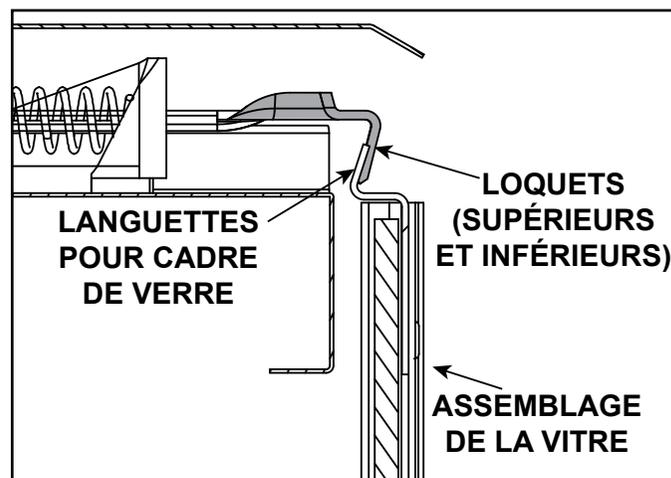

Figure 11.29 Panneau de verre fixe
- Sortez les quatre verrous du panneau de verre fixe hors des languettes du cadre. Enlevez l'assemblage de la vitre fixe de l'appareil. Consultez la figure 11.29.